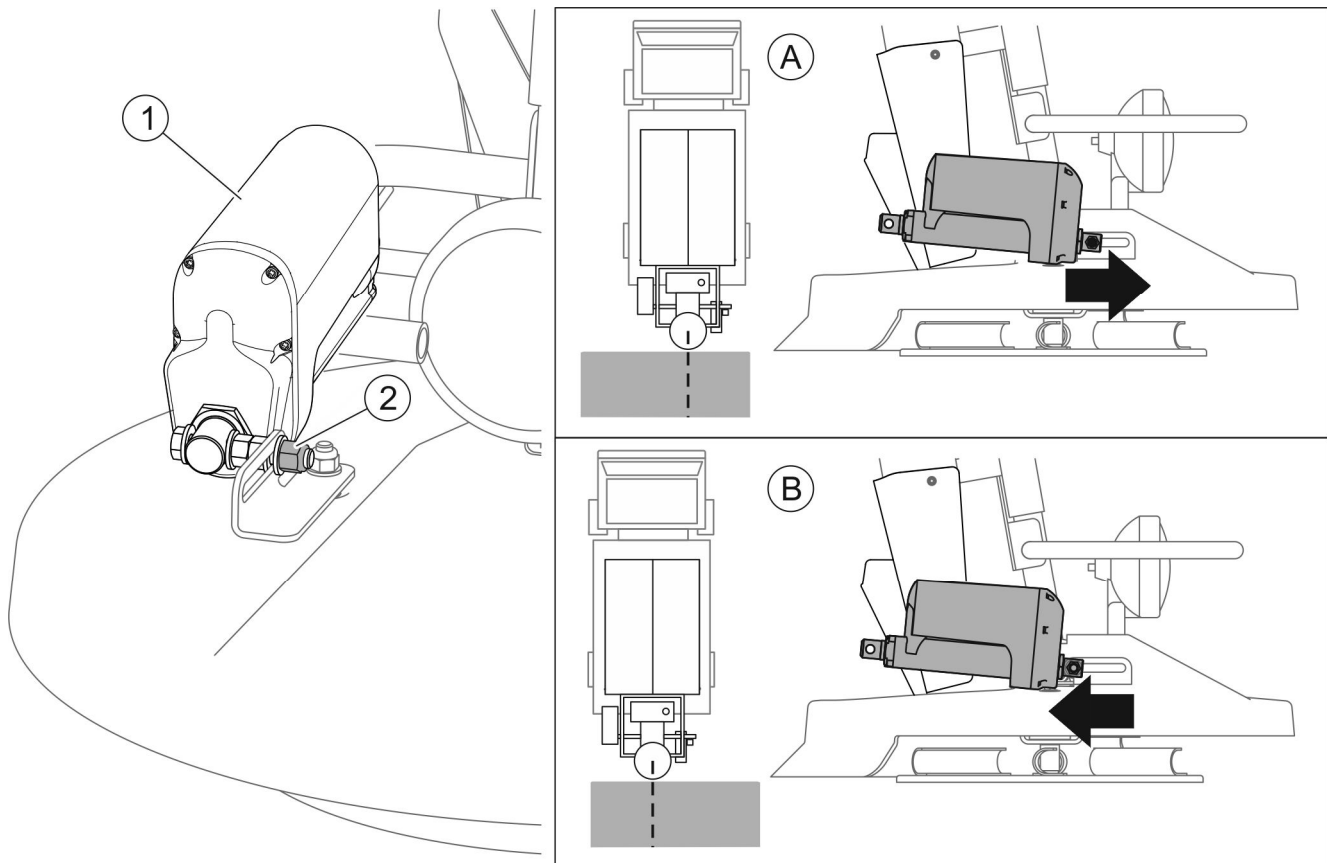

РИСУНОК 5.11 Регулювання висівного механізму
(1) - циліндр регулювання напрямку розкидання; (2) - гайка; (А) - розтягнутий занадто далеко вліво, (В) - розтягнутий занадто далеко вправо
Перед регулюванням механізму розкидання встановити на пульті керування симетричну ширину розкидання 4 м. Увімкнути розкидання та проїхати невелику відстань із постійною швидкістю. Зупинити автомобіль і перевірити результат розкидання. Якщо розподіл праворуч і ліворуч неоднаковий, відрегулюйте циліндр (1) напрямку розподілу (РИСУНОК 5.11) у такий спосіб:
- Послабити гайку (2).
- Перемістити силовий механізм (1) вперед, якщо розкидання занадто зміщене вліво (А).
- Перемістити силовий механізм (1) назад, якщо розкидання занадто зміщене вправо (В).
- Затягнути гайку (2), виконати перевірку розповсюдження та, якщо необхідно, повторити регулювання.